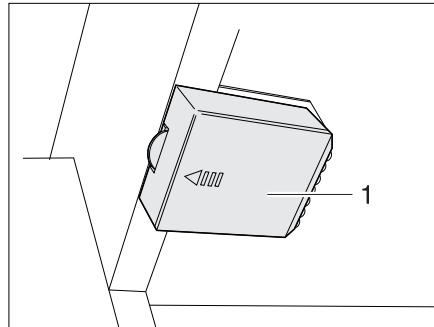

Bild 284 Kleiderschrankleuchte mit LED, Batteriefach geschlossen
- Deckel (Bild 284,1) in Pfeilrichtung aufschieben.